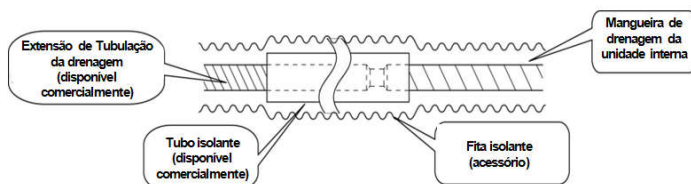

Fig. 19
- (4). Conecte a mangueira de drenagem (Fig. 19).